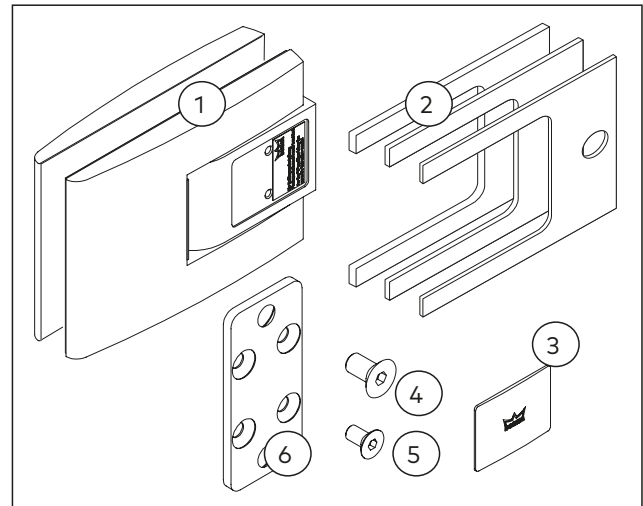

Abb. 9 Lieferumfang der Zargenbefestigung mit eingelassener Montageplatte
- ▶ 2 x Pendeltürband (Abb. 9/1)
- ▶ Zwischenlagen je 4 x in 3 verschiedenen Dicken: 1 mm, 2 mm, 3 mm (Abb. 9/2)
- ▶ 12 x Anschlagkappe in 3 verschiedenen Farben (Abb. 9/3)
- ▶ 4 x Senkschraube M8 x 16 (Abb. 9/4)
- ▶ 8 x Senkschraube M6 x 12 (Abb. 9/5)
- ▶ 2 x Montageplatte (Abb. 9/6)